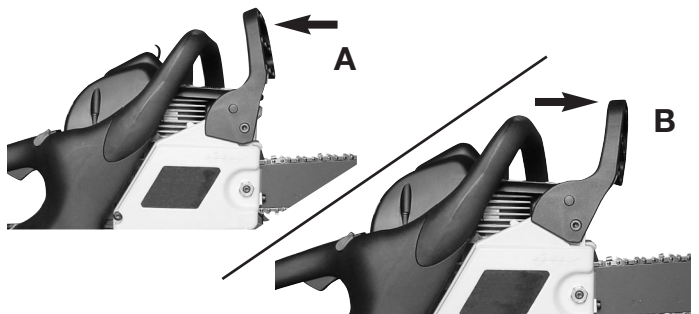

Fig. 24
1. El Chain Brake® está DESENGANCHADO (la cadena se puede mover) cuando la manija del freno es jalada hacia atrás y asegurada (Fig. 24).
2. El Chain Brake® esta ENGANCHADO (la cadena es detenida) cuando la manija del freno se encuentra hacia adelante. Usted no deberá poder mover la cadena (Fig. 24).